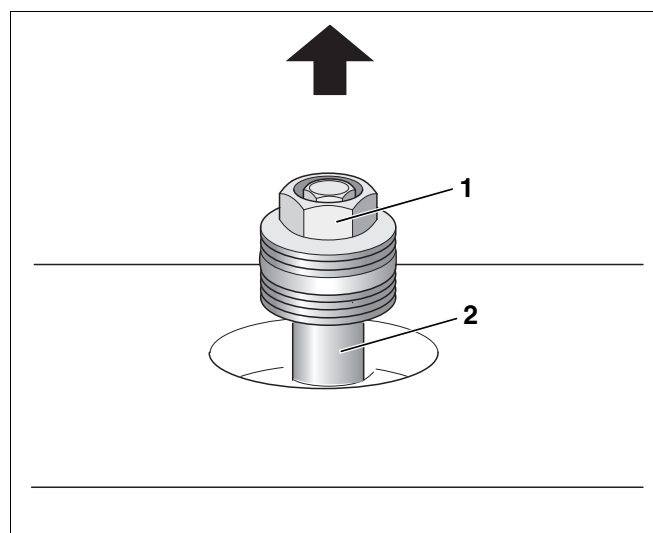

Fig. 13 Remplacer l'anode au magnésium
- ▶ Desserrer la vis à tête hexagonale (fig. 13, [1]) de l'anode avec la clé polygonale SW 32.
- ▶ Retirer l'anode au magnésium (fig. 13, [2]) en la dévissant.
- ▶ Si l'anode est détériorée, mettez une anode neuve en place, comme indiqué dans la fig. 13, page 17.